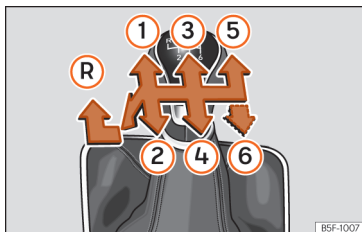

Abb. 52 Schaltschema bei einem 5-Gang bzw. 6-Gang Schaltgetriebe
Auf dem Schalthebel sind die Positionen der einzelnen Fahrgänge dargestellt » » **Abb. 52**.
- Schalthebel auf Leerlauf stellen und nach unten drücken, ganz nach links und dann nach vorne schieben, um den Rückwärtsgang » » **Abb. 52** (R) einzulegen.